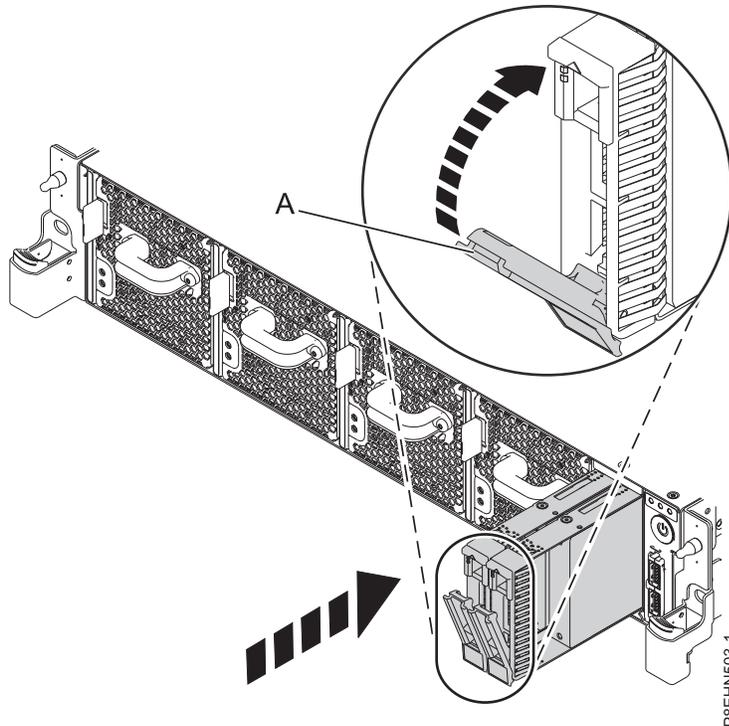

図 48. ディスク・ドライブのロックの詳細
3. ハンドル・リリースを押し入れて、ドライブ・ベイ・ハンドル (A) をロックします。 41 ページの図 48を参照してください。